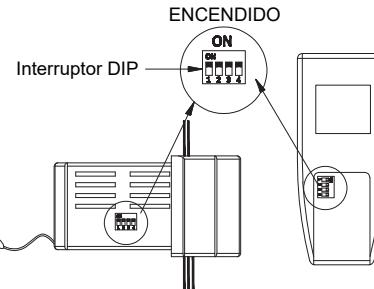

Fig. 11
**NOTA:** Interruptor de código: Los códigos se establecen presionando los interruptores DIP hacia arriba o hacia abajo. Es necesario que el código utilizado tanto para el transmisor como para el receptor sea el mismo, de lo contrario el control remoto no funcionará. Tenga en cuenta que el interruptor de código le permitirá operar un segundo control remoto de forma independiente. Por ejemplo, si tiene dos ventiladores de techo con dos unidades de control remoto, establezca códigos diferentes para cada conjunto de transmisor/receptor. Esto le permitirá operar cada ventilador de techo independientemente (**Fig. 11**). Si este interruptor está en la posición X, desactivará la función de atenuación de su artefacto.